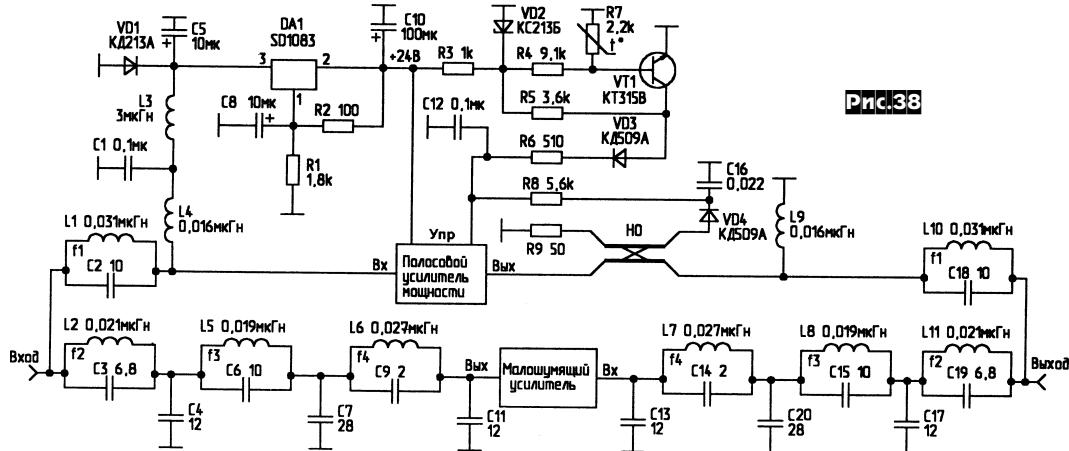

Рис.38
**Удлинитель для радиотелефона** (рис.38) «Harvest» (полный дуплекс - прием в полосе 263...273 МГц, передача в полосе 393...403 МГц), разработанный **А.Титовым**, позволяет увеличить радиус его действия почти на порядок. Фильтры-пробки L1C2 и L10C18 (270